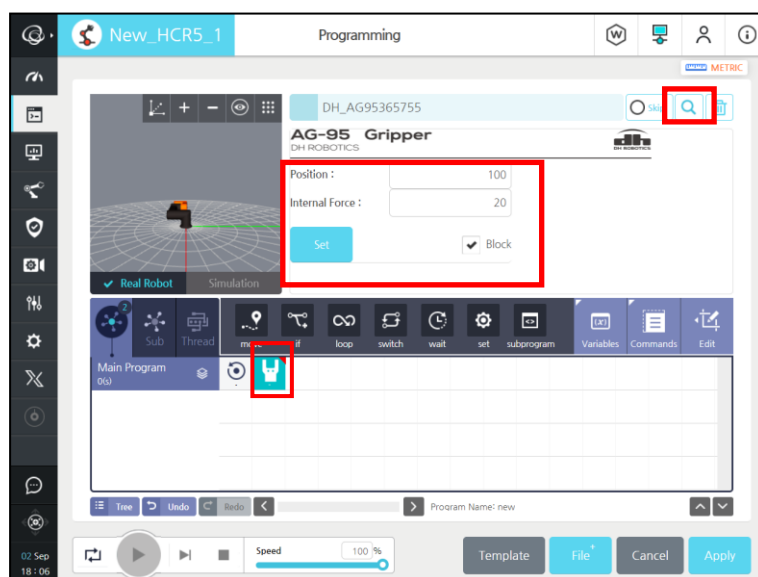

图 5.40 设置位置力值界面
5. 选中程序中的 **DH_AG95** 插件，设置当前步骤需要到达的位置及力值的大小，如图 5.40 所示。